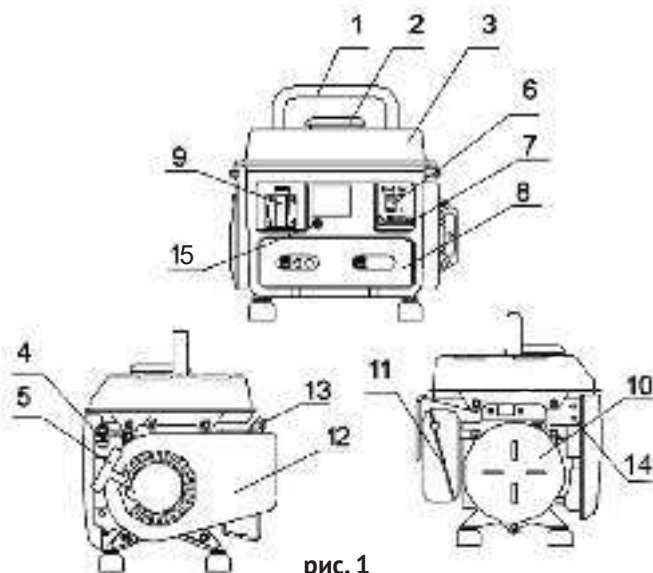

рис. 1
Коленчатый вал, приводимый во вращение возвратно-поступательными движениями поршня двигателя, передаёт крутящий момент на вал якоря генератора. Передача осуществляется через коническое сопряжение ротора генератора и вала двигателя. При этом образуется самоцентрирующаяся трёхопорная схема соединения. С обмоток статора генератора напряжение подводится: через систему стабилизации на розетку переменного тока (рис.1 поз.9).
2.4 Общий вид бензогенератора представлен на рис.1
3.1 Переносной автономный бензогенератор относится к классу генераторных установок переменного тока, с приводом от двигателя внутреннего сгорания общего назначения. Механическая энергия, выработанная бензиновым двигателем (рис.1 поз.12) внутреннего сгорания, преобразуется генератором (рис.1 поз.10) в электрическую энергию со стандартными характеристиками сети переменного тока: напряжение – 230 В, частота – 50 Гц. От неё питаются бытовые приборы при отсутствии стационарной электросети.
Электрическая сеть подключения потребителей относится к системе с изолированной нейтралью, предусматривающей защитное заземление открытых токопроводящих частей корпуса. В зависимости от местных условий (состав грунта, его влажность и т.п.) изменяется качество заземления. Во всех случаях защитное заземление должно иметь сопротивление не более 4-х Ом. Во время работы бензогенератора его клемма заземления (рис.1 поз.14) должна быть подсоединена к заземлителю. Практически это требование может быть реализовано следующими способами:
- перевести выключатель зажигания (рис.1 поз.6) в положение «ВКЛ.»;
- открыть топливный кран (рис.1 поз.4);
- перевести рычаг управления воздушной заслонкой (рис.1 поз.7) в крайнее левое положение «закрыто» при пуске холодного двигателя (для прогретого двигателя рычаг устанавливается в промежуточном положении);
- медленно потянуть рукоятку стартера (рис.1 поз.5) до появления сопротивления, затем резким движением вытянуть трос на всю длину. Повторите действие ещё раз, если двигатель не завёлся.
После прогрева двигателя в течение 10-40 секунд (в зависимости от начальной температуры), перевести рычаг воздушной заслонки (рис.1 поз.7) в крайнее правое положение «открыто».
- перевести выключатель зажигания (рис.1 поз.6) в положение «ВЫКЛ.»;
- закрыть топливный кран (рис.1 поз.4).
При перегрузке может сработать защита генератора. Проверьте суммарную мощность подключённого оборудования. Отключите лишнее. Включите автомат защиты, утопив кнопку (рис.1 поз.15) до фиксации.
**Внимание!** Все работы по техническому обслуживанию следует проводить при выключенном двигателе и отсоединённом колпачке высоковольтного провода свечи зажигания (рис.1 поз.13).